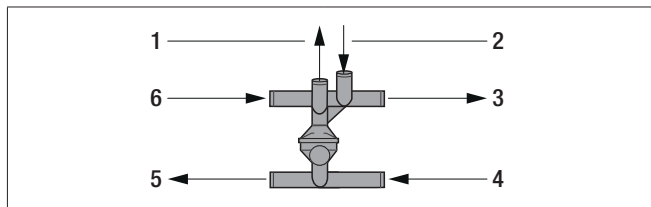

Bild 19
- Anslut värmaren och vattenpumpen till kombiventilen med vattenslangar, se Bild 19.